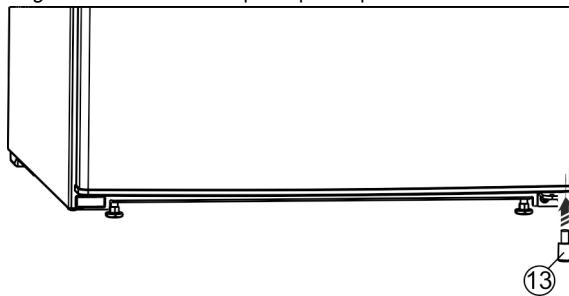

Fig. 9
- ▶ Razmačnik Fig. 9 (13) ponovno umetnute desno dolje u vrata jer je on važan za stabilnost uređaja.